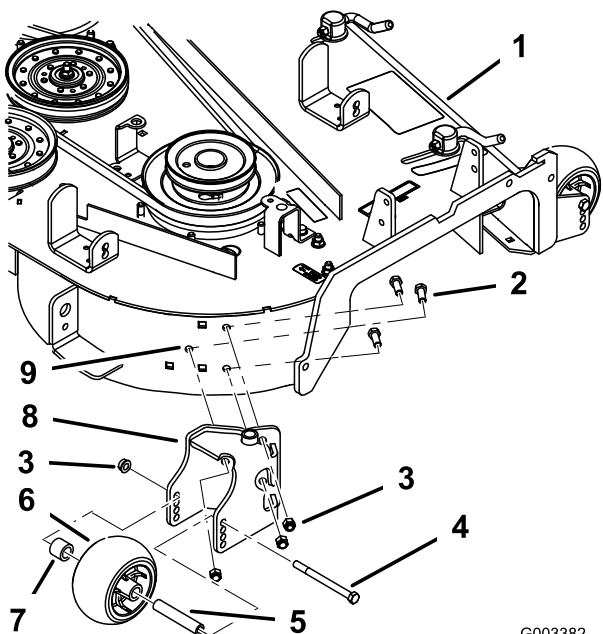

Figure 14
5. Installez le nouveau pivot à l'aide de 3 boulons ($\frac{3}{8}$ x 1 po) et 3 contre-écrous ($\frac{3}{8}$ po) insérés dans les trous percés (Figure 14).
6. Installez le galet anti-scalp sur le pivot à l'aide du boulon ($\frac{3}{8}$ x $4\frac{1}{2}$ po), de l'entretoise, de la bague et de l'écrou à embase ($\frac{3}{8}$ po) retirés précédemment, comme montré à la Figure 14.